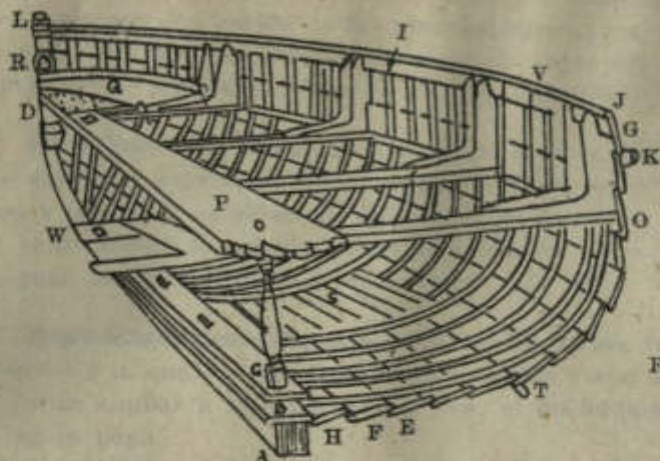

Fig. 3.
**Bote de tingladillo.**—En estos botes, las planchas del forro van de proa a popa y los cantos de las planchas superiores, van sobre los cantos altos de las planchas inferiores, como las tejas del techo de una casa; generalmente los botes pequeños son de tingladillo (Fig. 3).